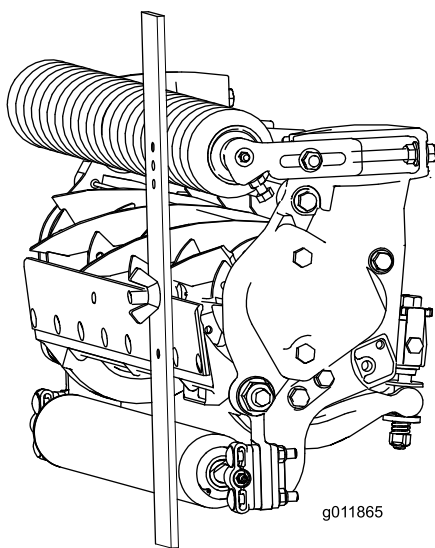

Figura 19
3. Enganche la cabeza del tornillo sobre el filo de la contracuchilla y apoye el extremo trasero de la barra sobre el rodillo trasero (Figura 19).
4. Gire el tornillo de ajuste hasta que el rodillo delantero entre en contacto con la barra de ajuste (Figura 19). Ajuste ambos extremos del rodillo hasta que el rodillo esté paralelo a la contracuchilla en toda su longitud.